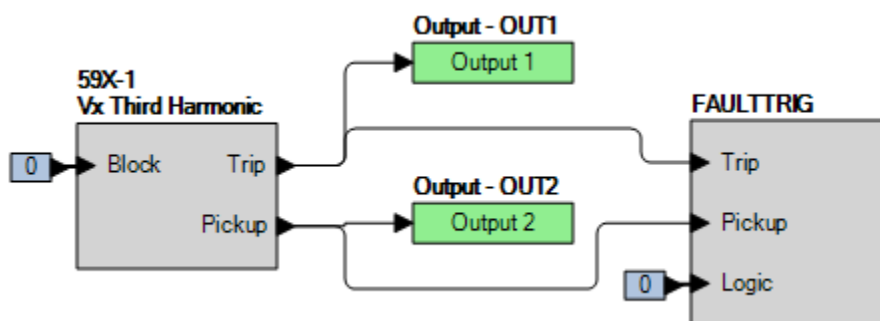

Figure 69-5. Paramètres BESTlogicPlus (mode Vx - Troisième harmonique)
Étape 2 : Utilisez BESTCOMSP*Plus* pour configurer la Logique programmable BESTLogic*Plus* illustrée dans la Figure 69-5.
Étape 4 : Préparez la surveillance de l'exécution de la fonction 59X-1. Cette exécution peut être vérifiée en surveillant la sortie OUT2 (voir Figure 69-5).